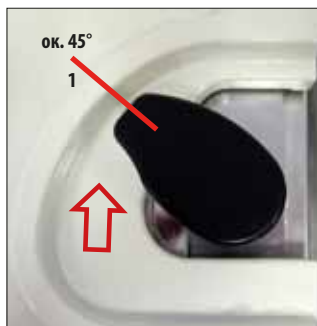

Рис. 72
- Поверните замок реторты по часовой стрелке на прим. 45° до упора (рис. 72, 1) и отпустите.